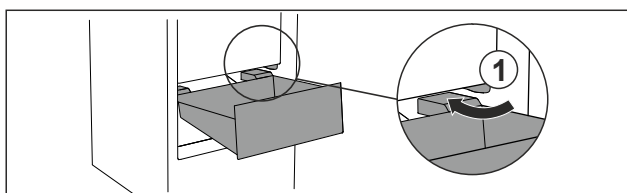

Fig. 67
- ▶ Ghidați sertarul oblic în jurul opritorului Fig. 67 (1).